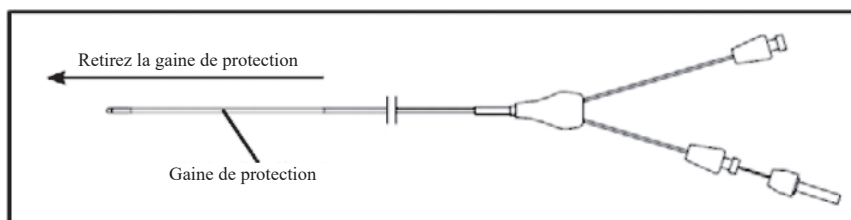

Figure 2
2. Choisissez le ballonnet de dilatation de la taille appropriée. Retirez la gaine de protection du ballonnet. Le ballonnet de dilatation est livré avec un fil-guide préchargé. Le fil-guide peut être utilisé pour accéder à la sténose ou retiré du cathéter à ballonnet avant l'utilisation et rechargé sur un fil-guide prépositionné. Avant de faire passer le cathéter à ballonnet sur un fil-guide prépositionné, rincez le lumen du fil-guide (Voir Fig. 2)